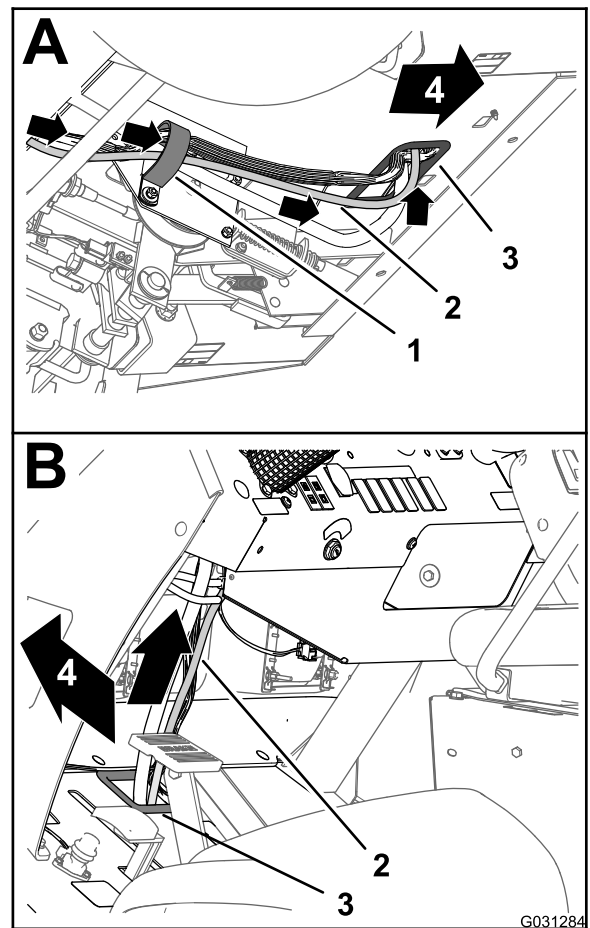

Рисунок 175
3. Проложите ответвление длиной 220 см жгута проводов передачи данных вперед и вверх через прокладку в отверстии напольной панели (Рисунок 175).
4. Проложите ответвление длиной 220 см жгута проводов передачи данных вверх и вдоль переднего жгута проводов машины (Рисунок 175).